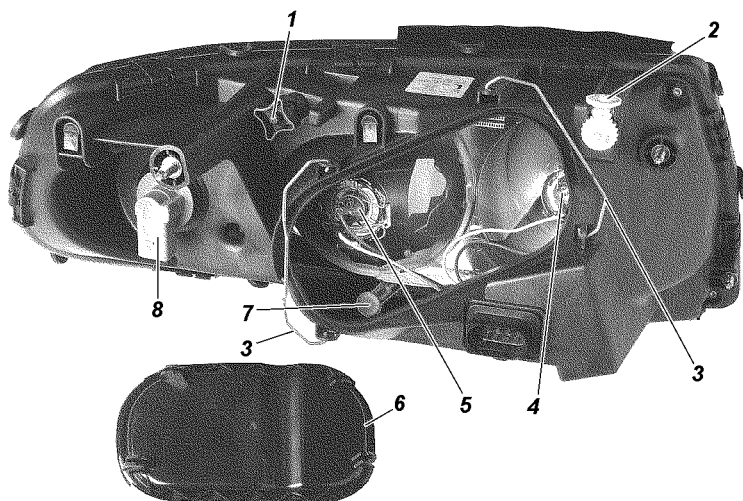

Рис. 9.42. Фара без ДХО:
3. Включите ближний свет фар и, поочередно закрывая каждую фару, вращением регулировочного винта 1 (рис. 9.42) и регулировочной шестерни 2 добейтесь, чтобы светотеневая граница слева от точек Е и Е' совпадала с линией 1, а справа - с линиями 2 и 2' для левой и правой фар соответственно. Точки перелома светотеневой границы должны совпадать с точками Е и Е'.
Замена ламп фар. Для замены лампы указателей поворота снимите колодку с патрона 8 (см. рис. 9.42), поверните патрон по часовой стрелке (для правой фары) или против часовой стрелки (для левой фары) и выньте патрон в сборе с лампой.